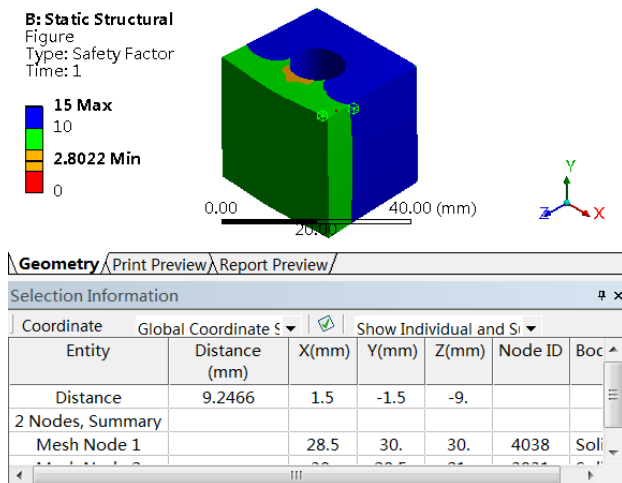

图 5-4 已选取的顶点的信息
(1) 选取信息窗口 (Selection Information Window) 选取信息窗口提供了显示模型上已选取项目的相关信息的快捷方式。其可以通过选择 “View” → “Windows” → “Selection Information” 来显示。如图 5-4 所示显示了已选取顶点的信息。